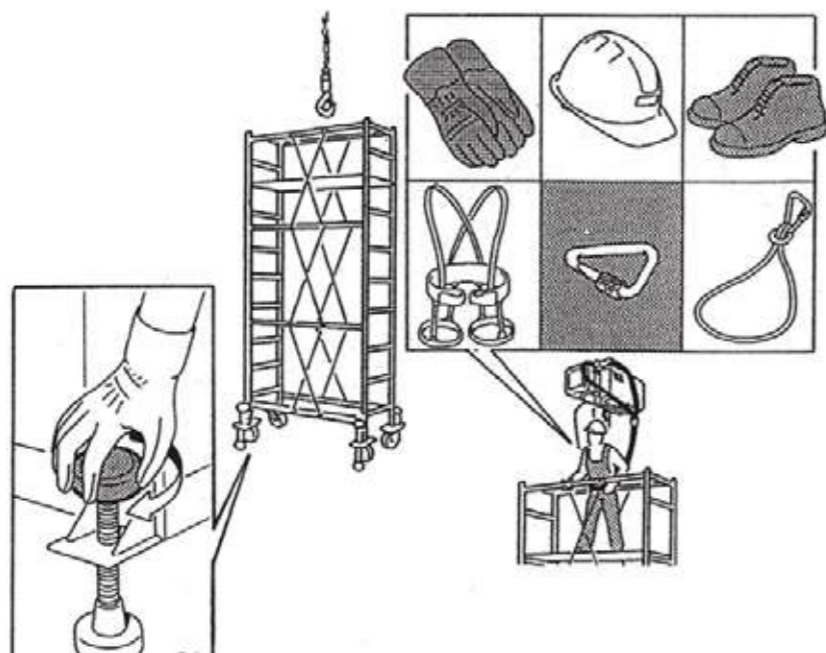

fig.113
-  1. Per altezze fino a 5 m posizionare un trabattello con sponde sul lato del motore del paranco. Per altezze superiori effettuare le operazioni avvalendosi di una piattaforma mobile. (fig.113)
2. Fissare il trabattello con gli appositi piedini. (fig.113)